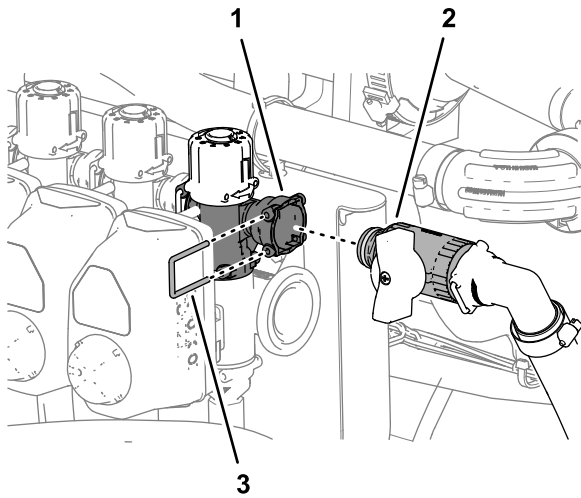

图 113
1. 将旁通切断阀的快速断开接头安装到旁通阀的快速断开接头槽图 113。
2. 用在 **调整旁通软管的位置——不带可选手喷枪杆套件或电动软管卷套件的机器** (页码 27) 的步骤 3 中卸下的卡环图 113 固定旁通切断阀的快速断开接头和旁通阀。